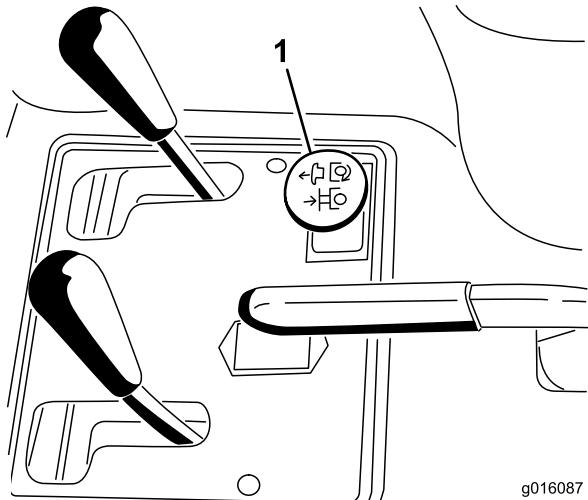

Figura 12
3. Innestate la lama tirando la manopola di comando dell'impianto idraulico remoto (Figura 12).
- Disinnestate la lama premendo la manopola di comando dell'impianto idraulico remoto (Figura 12).